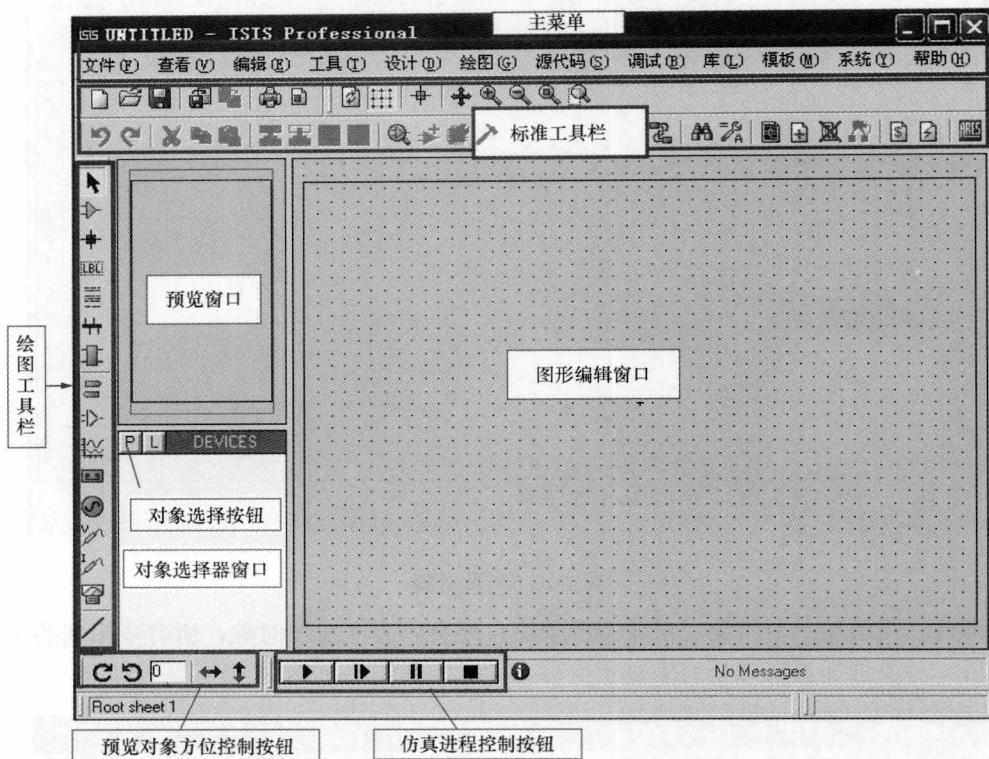
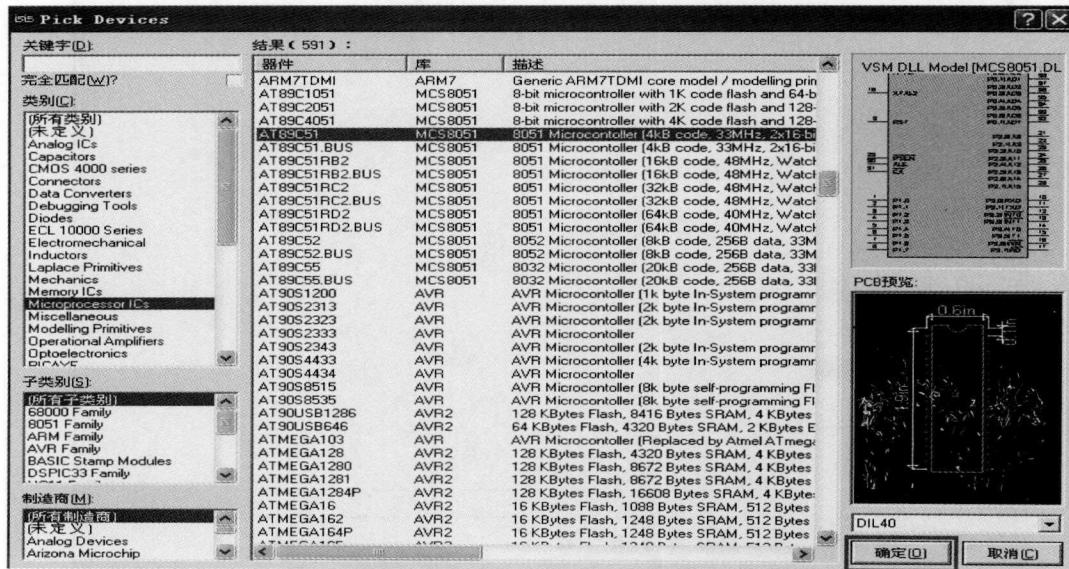
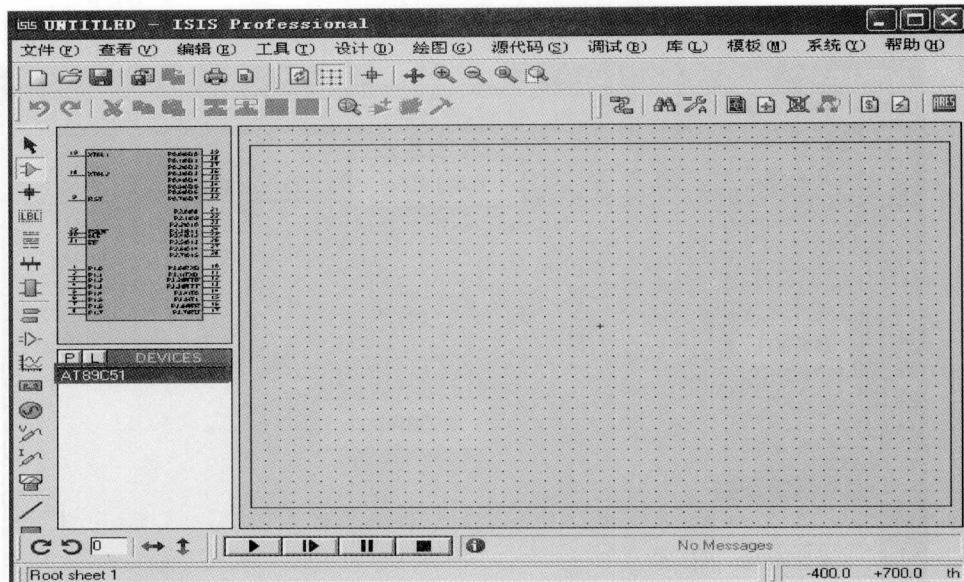

图 1-16 对象选择器按钮
图 1-17 对象查找对话框
图 1-18 所选对象
PROTEUS ISIS 启动完毕后，出现 ISIS 的窗口的主界面，PROTEUS ISIS 的工作界面是标准的 Windows 界面。该界面包括：标题栏、主菜单、标准工具栏、绘图工具栏、状态栏、对象选择按钮、预览对象方位控制按钮、仿真进程控制按钮、预览窗口、对象选择器窗口、图形编辑窗口等，如图 1-16 所示。
在图 1-16 中，单击 PROTEUS ISIS 工作界面下的对象选择按钮 P，弹出“Pick Devices”对话框，如图 1-17 所示。在“类别 (C)”选项区域下面选择“Microprocessor ICs”选项并单击，在对话框的右侧，我们会发现有大量常见的各种型号的单片机。选择“AT89C51”选项后，单击“确定”按钮，“Pick Devices”对话框关闭，主窗口界面下，左侧的对象选择器窗口中就有“AT89C51”这个元件了，如图 1-18 所示。